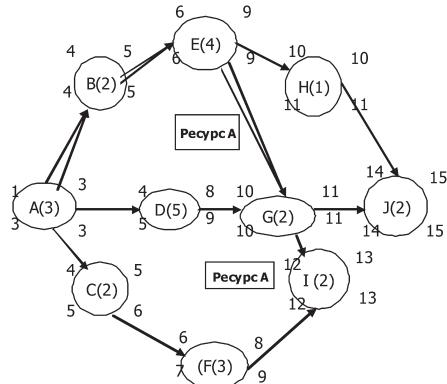
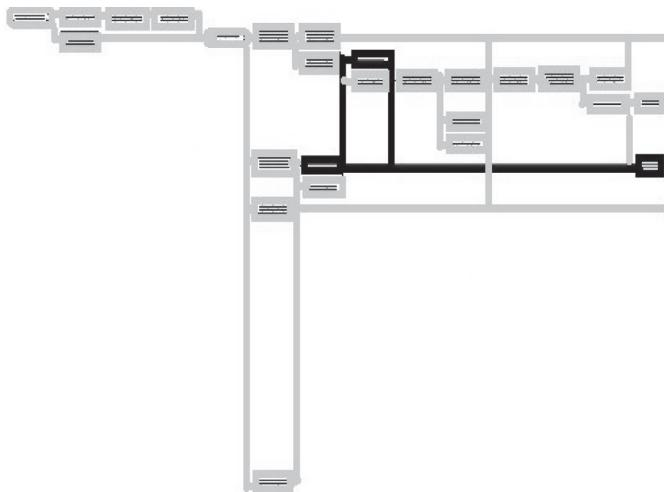

Рис. 3.2. Традиционный сетевой график
Рис. 3.3. Сетевой график PERT
Последовательность и взаимосвязи работ отображаются на сетевом графике. Существует два вида сетевых графиков: традиционный и график PERT. Традиционный график, представленный на рис. 3.2, построен по принципу события-работы, график PERT (Program Evaluation and Review Technique — метод оценки и пересмотра плана) — по типу работы-связи (рис. 3.3).
- 1) после завершения предшествующей работы можно приступать к выполнению последующей, к которой идут стрелки (см. рис. 3.3);